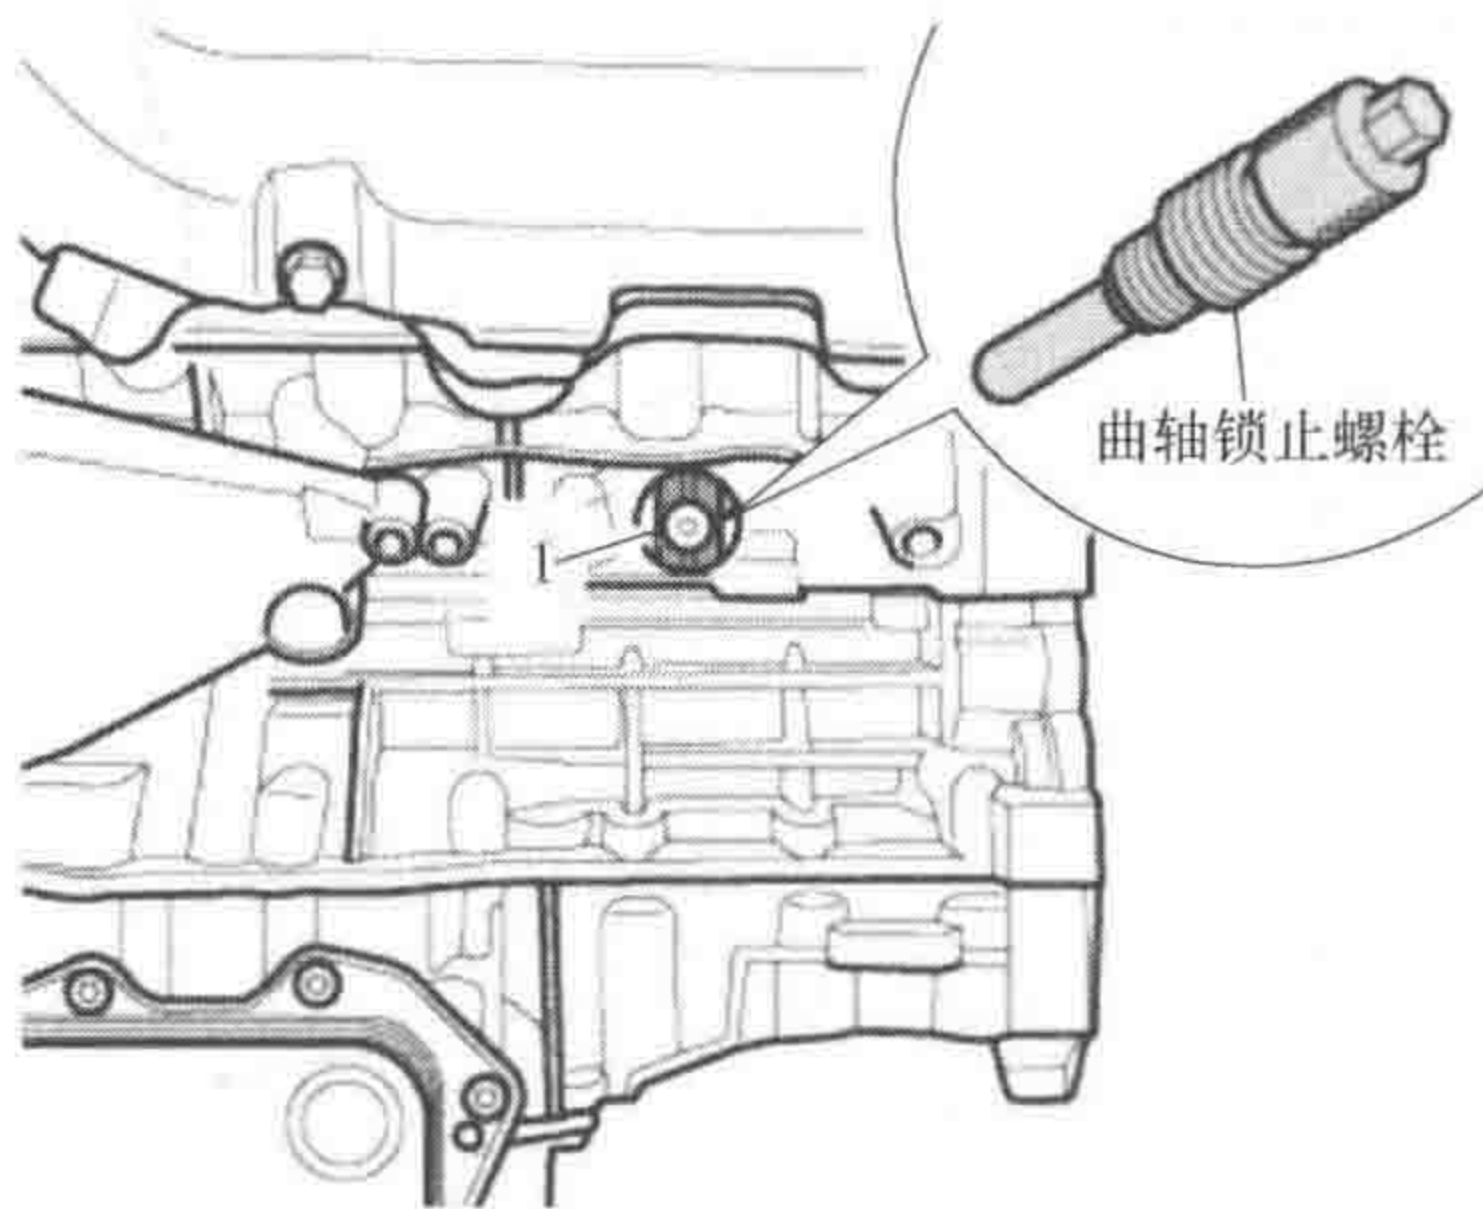

图 1-1-14
(6) 如图 1-1-14 所示，将曲轴锁止螺栓用 $20\text{N} \cdot \text{m}$ 的力矩拧入孔中；必要时来回小幅转动曲轴 1，以便完全对准螺栓。
栓固定在上止点位置，如图 1-1-14 所示。